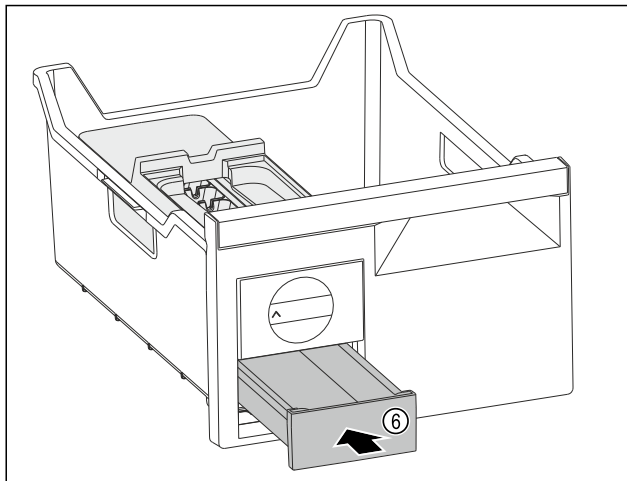

Fig. 146
► Umetnite Fig. 146 (6) pretnac za kockice leda.